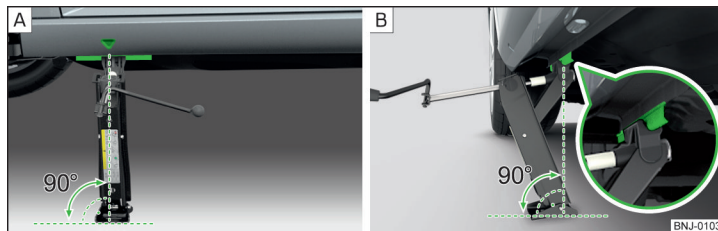

Fig. 265 Colocar el gato
- Apoye la placa de base del gato con toda la superficie en un suelo recto de la manera que el gato se encuentra en posición vertical respecto a la travesa de toma » fig. 265 - [A].
- Gire el gato con la manivela hacia arriba hasta que la garra se encuentre en el larguero » fig. 265 - [B].